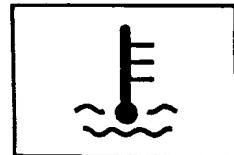

图 1-11 冷却液温度指示灯
(5) 机油警告灯。如果车辆润滑系统有问题, 在发动机启动后或在行驶过程中, 该灯会发亮, 表明机油不能快速流经发动机油道对机件实施润滑。可能是机油过少或出现与机油有关的其他问题, 应马上进行检修。在下属情况下, 机油警告灯也会亮起:
①点火开关接通后, 该灯短暂发亮, 表明系统工作正常。如果该灯不亮, 可能是保险丝烧断或灯泡有故障, 应及时检修。
②在发动机怠速运转时, 此灯会时明时暗地闪烁, 这属正常情况。
(6) 冷却液液位低警告灯。在点火开关接通后, 如果液位低 (LOW COOLANT) 警告灯短暂发亮, 表示系统正在正常工作。如果汽车运行中, 该灯发亮或亮的时间较长, 表明冷却系统中冷却液过少, 发动机可能过热, 应尽快维修。
(7) 车门/行李厢未关紧警告灯。如果 DOOR/TRUNK 警告灯发亮, 说明行李厢盖或有的车门未关紧, 应及时检查, 二者关紧后, 该灯自然熄灭。
(8) 发动机冷却液温度指示灯 (图 1-11)。此灯告知发动机冷却液温度过高或散热器风扇不工作。当点火开关接通后, 该灯短暂发亮表示系统工作正常。如果车辆在常规行驶情况下, 该灯发亮, 应立即驶离公路停车并熄火, 及时检查并处理。
(9) 机油油位低指示灯。该车发动机装备了机油油位监测装置。该装置只在点火开关接通到发动机启动之间的短暂间隔内监测油位, 发动机运转时不进行监测。油位检测是在发动机熄火一段时间, 待机油流回到机油盘以后才进行的。当点火开关接通后, 机油油位低 (LOW OIL) 指示灯将短暂发亮, 如果此灯未短暂发亮, 应及时检修机油油位低传感器使其恢复警告作用。如果指示灯持续发亮, 需将车停在平坦地面上, 使发动机熄火一段时间后, 检查机油油位, 并及时添加机油。
(10) 立即更换机油指示灯。在发动机启动后, 立即更换机油 (CHSNGE OIL SOON) 指示灯将短暂地亮起, 以检查灯泡是否正常, 如果灯不亮, 应予维修。如果发动机启动后, 立即更换机油指示灯发亮后不灭, 则提示驾驶员需立即更换发动机机油。